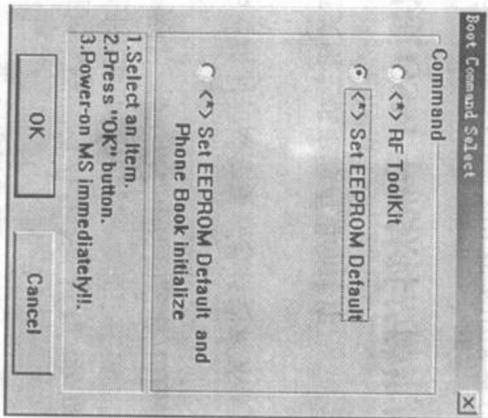

图 2-6
②单击“ ”按钮，弹出对话框选定第二项如图 2-6 所示，然后单击“OK”确定，待程序运行 1 至 3 秒内时，按住 GSM 手机开机键（如果此时 GSM 手机开机，说明操作失败，重新检查连接线后重新操作），当程